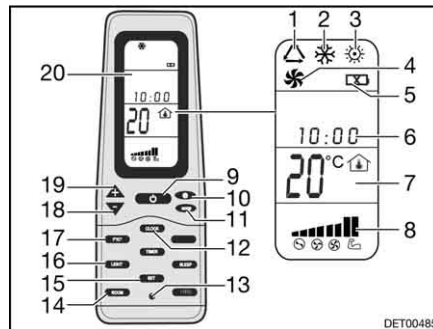

Bild 144 Fjärrstyrning
- Tryck på knappen ON/OFF (Bild 144,9).
- Tryck så många gånger på knappen "Mode" (Bild 144,11) tills önskad driftstyp (Bild 144,1, 2, 3 eller 4) visas på displayen (Bild 144,20).
- Ställ in önskad temperatur med knapparna "+" (Bild 144,19) och "-" (Bild 144,18).
- Med knappen Fläktvarvtal (Bild 144,10) väljs önskad fläktkapacitet.